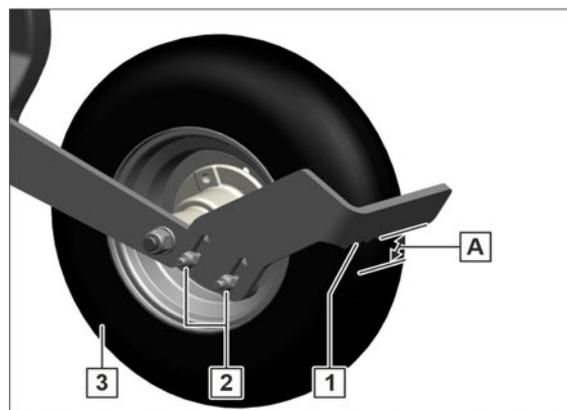

Fig. 178
1. Desserer les écrous (Fig. 178/2).
2. Régler le décroisseur sur la poignée (Fig 178/1) à une distance (Fig. 178/A) de 5 mm de la roue de rappui.
3. Vérifier la distance en faisant tourner la roue de rappui (Fig 178/3).